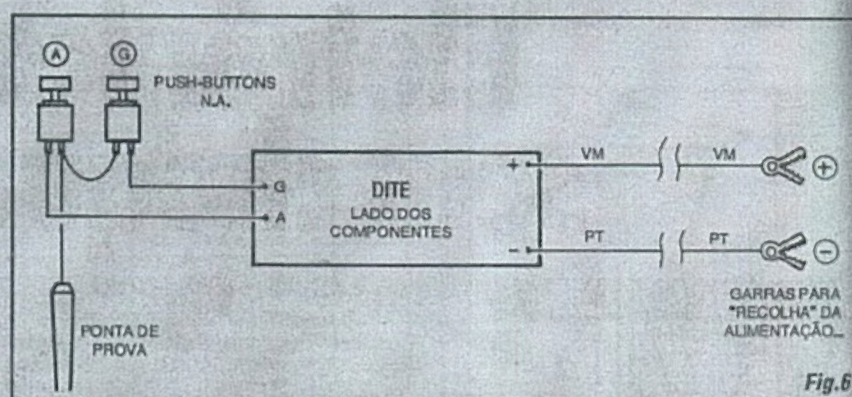

Fig. 6
- FIG. 6 - CONEXÕES EXTERNAS À PLACA - Ainda vista pela sua face não cobreada, a placa traz agora as suas ligações externas, totalmente detalhadas... Resumem-se às conexões de alimentação, polarizadas (sempre com o cabo *vermelho* no *positivo* e cabo *preto* no *negativo*...), aos pontos "+" e "-", e as ligações dos pontos G e A, cada um a um terminal do respectivo *push-button*... Os terminais "sobrantes" dos dois interruptores de pressão devem ser eletricamente "juntados" e em seguida ligados ao "miolo" metálico da Ponta de Prova... A cabagem de alimen-